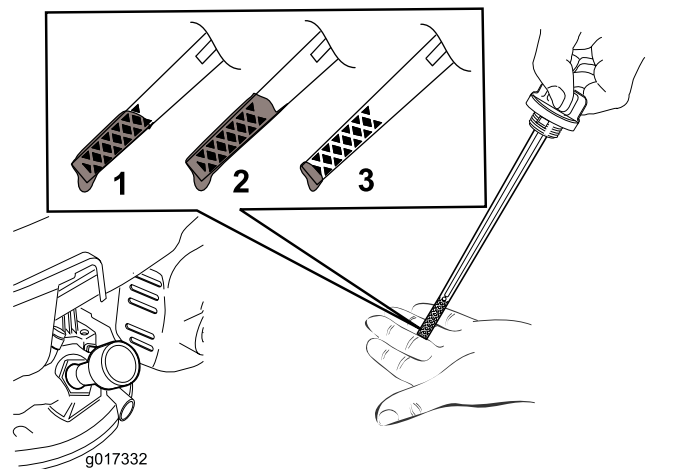

図 7
2. ディップスティックを外す 図 7。
注 ディップスティックで量を確認しながら 図 7 に示される適正量までオイルを入れる。オイルを入れすぎてしまった場合には、エンジンオイルの交換 \(ページ 16\)の項に従って余分なオイルを抜き取ってください。